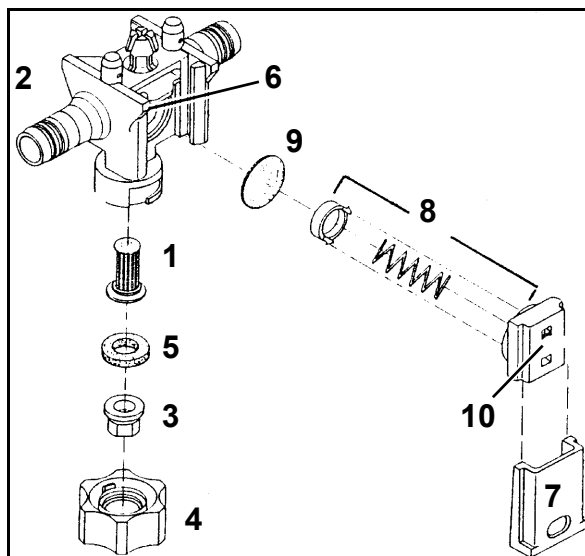

Fig. 197
1. Kontrollera med jämna mellanrum monteringen för skjuthållaren (Fig. 197/7). Tryck därvid in skjuthållaren i munstyckshuset (Fig. 197/2) så långt som är möjligt med tumkraft. I nytt tillstånd får skjuthållaren under inga omständigheter tryckas in till anslag.
1. Montera munstycksfiltren (Fig. 197/1) underifrån i munstyckshållaren (Fig. 197/2).
2. Montera munstycket (Fig. 197/3) i bajonettmuttern (Fig. 197/4).
3. Montera gummitätningen (Fig. 197/5) på munstyckets ovansida.
Avlagringar i membransätet (Fig. 197/6) är den vanligaste orsaken till att droppskyddet **inte fungerar korrekt** och ger efterdroppning då rampen stängs av. Demontera och rengör droppskyddsventilen i fråga:
1. Dra ut skjuthållaren (Fig. 197/7) ur munstyckshuset (Fig. 197/2) i riktning mot bajonettmuttern.
2. Ta ut fjäderelement (Fig. 197/8) och membranet (Fig. 197/9).
3. Rengör membransätet (Fig. 197/6).
Se till att fjäderelementet blir korrekt återmonterat (se bild). De förskjutna kanterna på fjäderhuset (Fig. 197/10) ska ha den stigande profilen vänd mot rampprofilen.